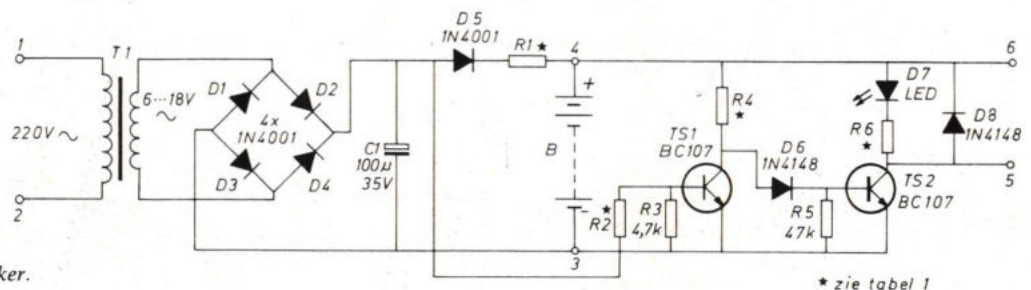

Fig. 1. Het blokschema van de lichtnetbewaker.
De gelijkspanning van blok A (fig. 1) gaat tevens naar een schakeltrap (C). Deze trap zorgt ervoor dat, zolang de lichtnetspanning aanwezig is, er geen uitgangsspanning van deze trap af komt. Zodra echter het lichtnet uitvalt schakelt het circuit van blok C om en geeft op punt X een spanning af, die bruikbaar is voor het sturen van een akoestisch alarm. Daarnaast is de schakeling voorzien van een optisch alarmindicatie (blok D) voor eventuele servicedoeleinden.